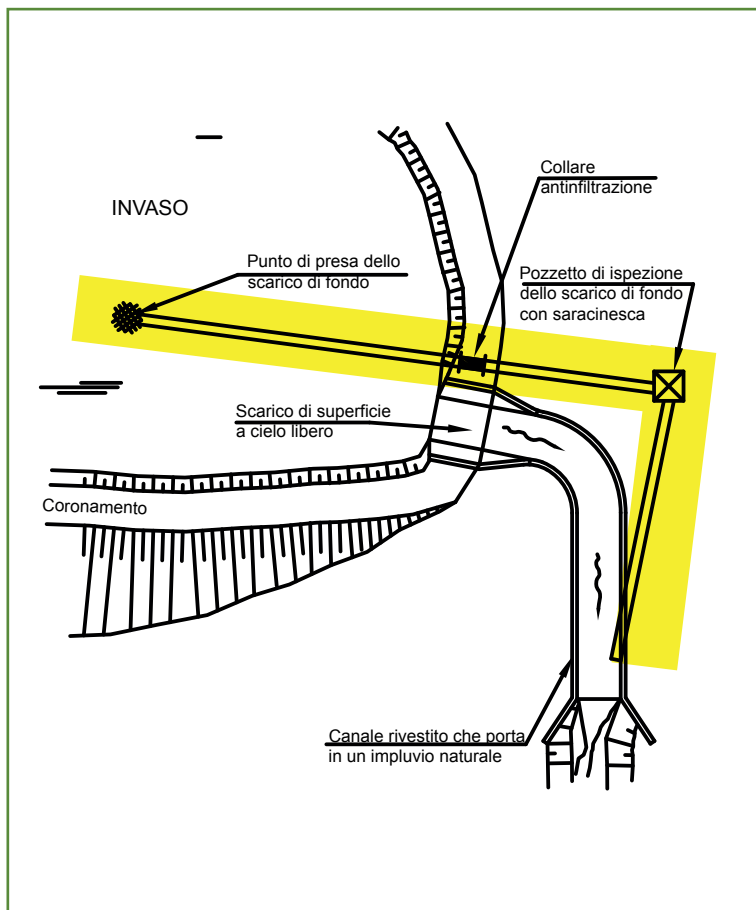

Fig. 4 - Evidenziato in giallo lo schema tipo di uno scarico di fondo.
- **Lo scarico di fondo** consiste generalmente in una sola condotta in acciaio o in materiale plastico che serve sia per lo svuotamento dell'invaso che per l'irrigazione (Fig. 4).